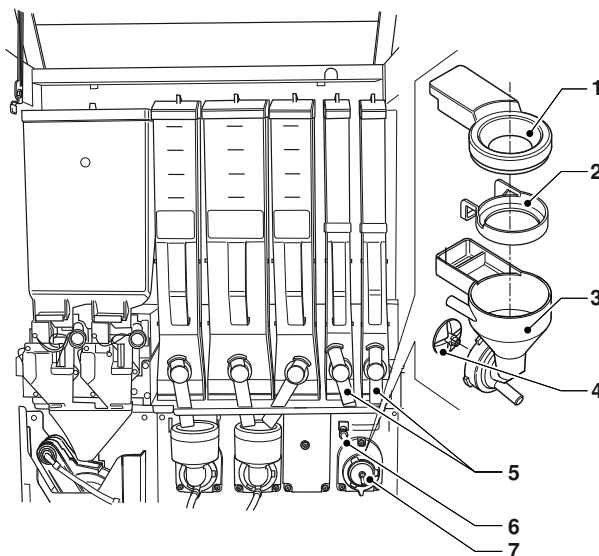

Рис. 9
- Снять (см. рис. 9) воронки подачи порошка, конвейеры подачи воды, трубки подачи напитка и крыльчатки миксеров из миксеров;